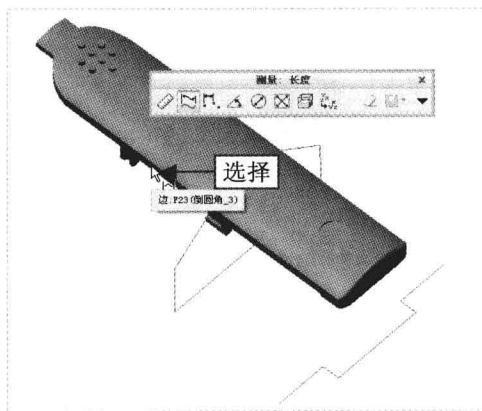

图 7-90 选择直线
Step 03 弹出“测量：长度”对话框，在绘图区模型上合适的直线上单击鼠标左键，如图 7-90 所示。